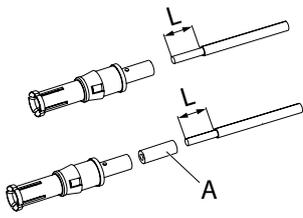
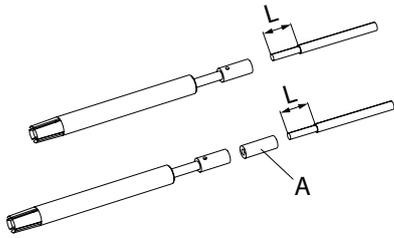

Abb. 35: Pilotkontakte
Abb. 36: Hilfskontakte
1. Kabel für die Pilot-/Hilfskontakte auf Länge L abisolieren, wie in nachstehender Tabelle angegeben (**Abb. 35** bzw. **Abb. 36**). Falls eine Reduzierung des Anschlussquerschnitts erforderlich ist, Reduzierhülse (A) verwenden (**Abb. 35** bzw. **Abb. 36**).